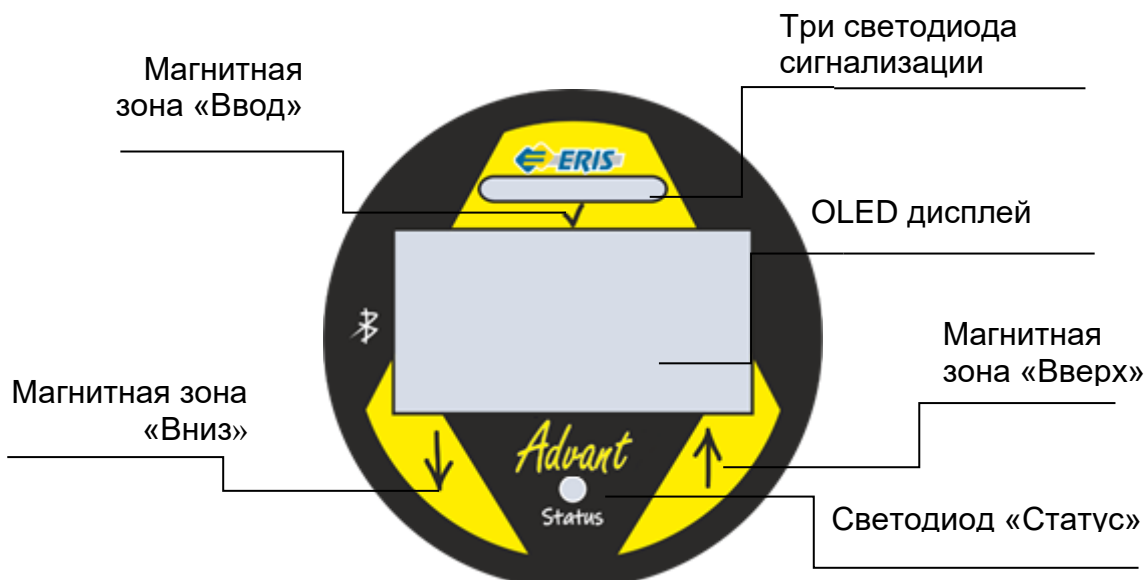

Рисунок 6 – Лицевая панель газоанализатора Advant
- На лицевой панели газоанализатора расположены (рисунок 6):